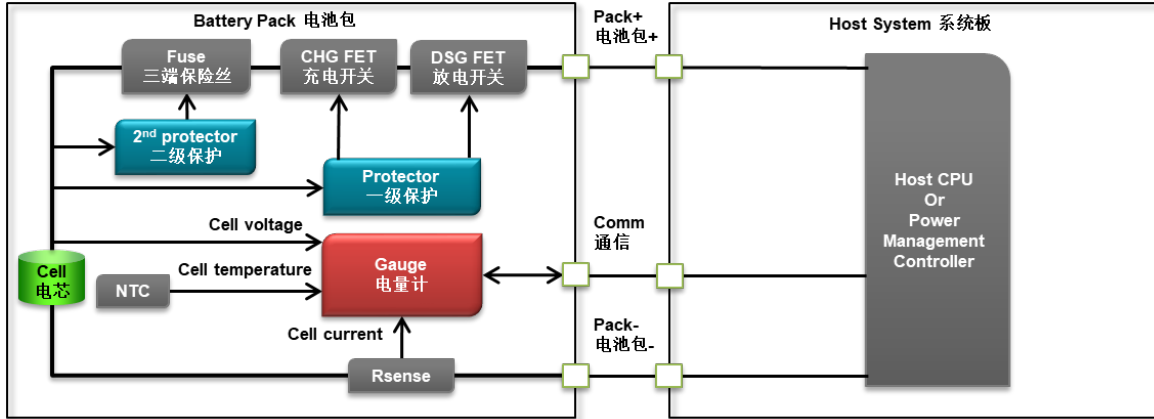
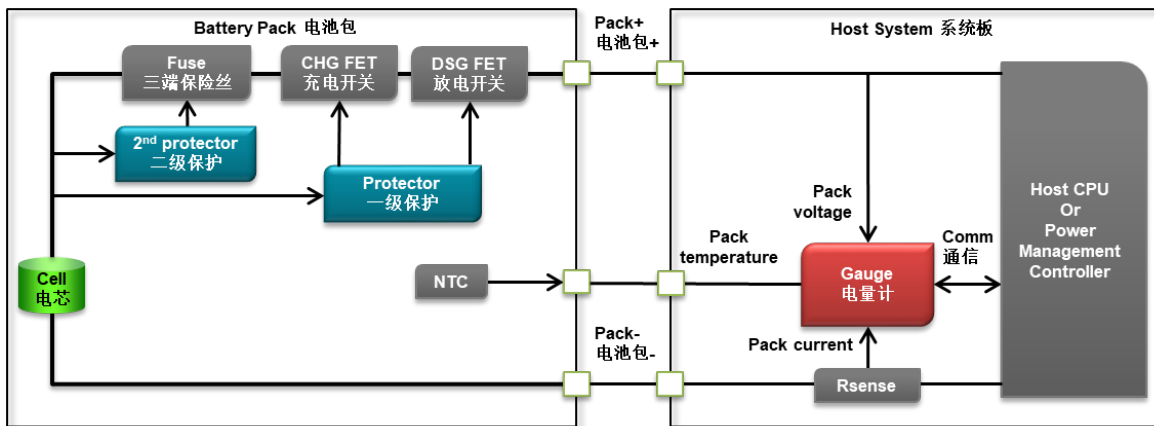

图1.3 电量计在 Pack-side 示意图
图1.4 电量计在 System-side 示意图
- (1). 电芯化学类型：Li-ion/Li-Polymer, LiFePO4, NiMH, NiCd, Lead Acid, Primary Lithium, SuperCap 等。不同化学类型电芯的充放电特性不同，所以查看电芯规格书确定其化学类型，选择支持该化学类型的电量计。支持 Li-ion/Li-Polymer 类型电量计最多，除了比如 BQ27542, BQ27742, BQ27Z561, BQ28Z610, BQ40Z50, BQ4050, BQ40Z80, BQ34Z100 等。支持 LiFePO4 的常用电量计有 BQ27Z561, BQ40Z50, BQ4050, BQ40Z80, BQ34Z100 等。支持 Primary Lithium 一次性金属锂电池的电量计有 BQ35100，常见于智能水表、智能气表、智能电表、传感器节点、烟雾探测器等应用。
- (2). 电芯串联数目：1S, 1~2S, 2~4S, >4S 等。电池包可能由多节电芯串联(S, in series)或并联(P, in parallel)。两个相同电芯串联则电压相加，容量不变。两个相同电芯并联则容量相加，电压不变。电量计把同一串的多个电芯并联当作一个整体看，所以选择电量计时只看电芯串联数目，不看并联数目。1S 单串电量计最多，比如 BQ27542, BQ27742, BQ27Z561 等。1~2S 电量计主要有 BQ28Z610。1~4S 电量计主要有 BQ40Z50, BQ4050 等。5~6S 电量计主要有 BQ40Z80 等。更高串数的可用 BQ34Z100, BQ34110 等。
- (3). 通信接口：HDQ, I2C, SMBUS 等。HDQ 是单线通信，常用于电池接口引脚数少的应用。I2C 接口的电量计最多，常用于手机等应用。SMBUS 是基于 I2C 发展而成的，SMBUS 接口的电量计常用于笔记本电脑等应用，SMBUS 电量计能与 I2C 总线主机通信，比如 BQ40Z50-R2 是 SMBUS 协议但单片机 I2C 接口能与 BQ40Z50-R2 正常通信。
- (4). 电量计放在电池包内(Pack-side)还是放在系统板(System-side)。图 1.3 是电量计在 Pack-side 示意图，图 1.4 是电量计在 System-side 示意图。